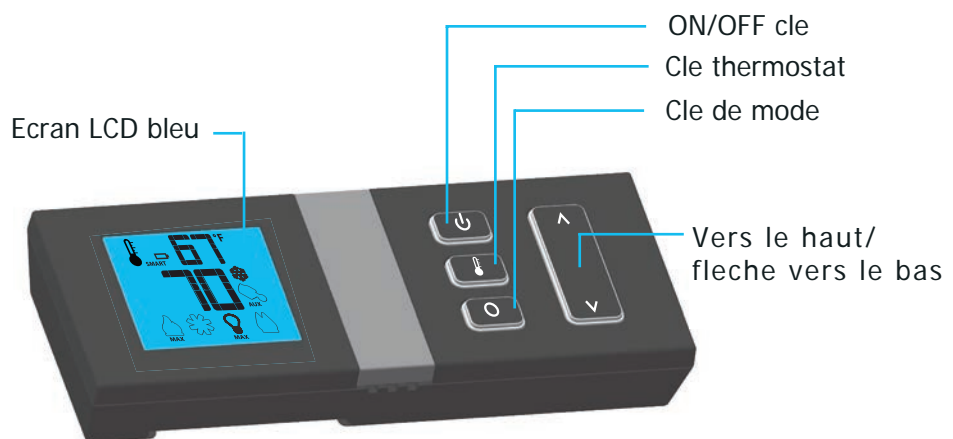
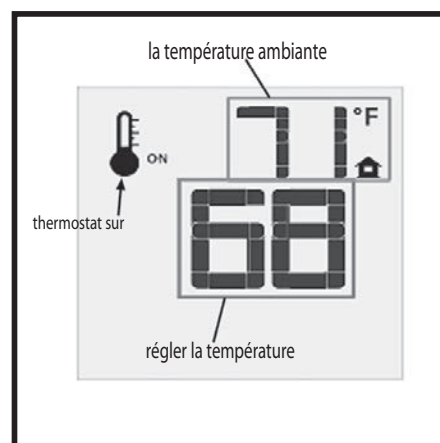
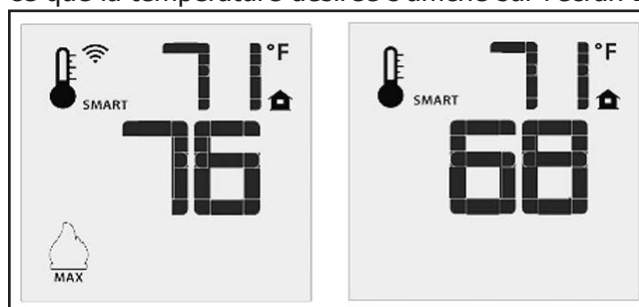
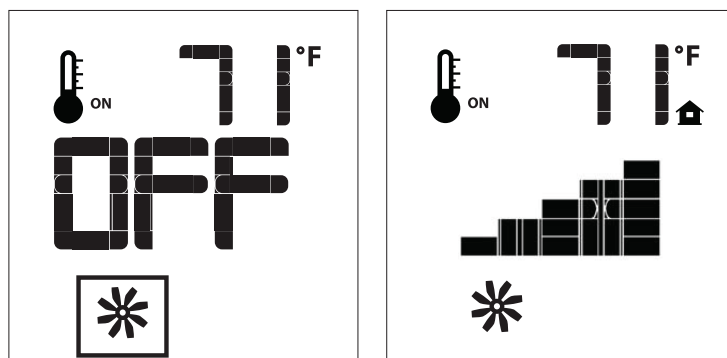

Figure 4: Proflame 2 Transmetteur.
Figure 9: Écrans de contrôle à distance la température de consigne
Figure 10: Fonction de flamme puce télécommande
Figure 12: La commande du ventilateur
Le 2 Transmetteur Proflame est une télécommande avec un écran LCD bleu rétro-éclairé. Il utilise une conception aérodynamique avec une disposition des boutons simple et informatif affichage LCD (Figure 4). L'émetteur est alimenté par trois (3) piles de type AAA. Une touche de mode est prévu à l'index entre les fonctionnalités et une clé thermostat est utilisé pour activer / désactiver ou de l'indice grâce à des fonctions du thermostat (figure 4 et 5)
Appuyez sur la touche ON / OFF sur l'émetteur. L'affichage du mode LCD n'affiche que la température ambiante et de l'icône (voir Figure 9). Un seul «bip» de la IFC confirme la réception de la commande et à la fois la lumière pilote (si l'appareil n'est pas réglé sur pilote continu) et le brûleur principal s'éteint.
La télécommande peut fonctionner comme un thermostat d'ambiance. Le thermostat peut être réglé à une température désirée pour contrôler le niveau de confort d'une pièce. Pour activer cette fonction, appuyez sur la touche du thermostat (voir la figure 4). L'écran LCD de l'émetteur changera pour indiquer que le thermostat d'ambiance est "ON" et la température de consigne est maintenant affiché (voir Figure 9). Pour régler la température de consigne, appuyez sur les flèches HAUT ou BAS touches jusqu'à ce que la température désirée s'affiche sur l'écran LCD de l'émetteur.
La fonction thermostat intelligent ajuste la hauteur de la flamme, conformément à la différence entre la température du point de consigne et la température réelle de la pièce. Comme la température ambiante se rapproche de la consigne de la fonction Smart moduler la flamme vers le bas. Pour activer cette fonction, appuyez sur la touche du thermostat (figure 4) jusqu'à ce que le mot «SMART» apparaisse à droite du graphique de l'ampoule de la température (figure 10). Pour régler la température de consigne, appuyez sur les flèches HAUT ou BAS touches jusqu'à ce que la température désirée s'affiche sur l'écran LCD de l'émetteur.
Le Q1GI est livré avec un ventilateur de convection qui peut être contrôlé par l'émetteur. La vitesse du ventilateur peut être ajustée par six (6) vitesses. Pour contrôler la presse du ventilateur sur la touche MODE (figure 4) à l'index de l'icône de commande de ventilateur (Figure 12). Utilisez les touches HAUT / BAS fléchées pour allumer ou éteindre, ou d'ajuster la vitesse du ventilateur (Figure 12). Un bip unique de la IFC confirmer la commande a été reçue